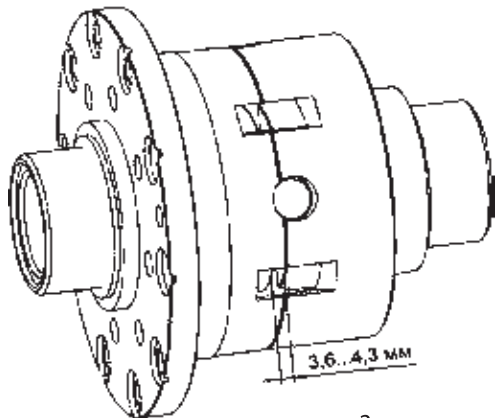

рис. 2
- Используя набор плоских щупов, измерьте зазор (рис.2) между распорными муфтами при установленной блокировке в собранном корпусе дифференциала. Зазор должен составлять от 3,6 до 4,3 мм. Если зазор не укладывается в данные допуска - корпус дифференциала необходимо заменить.